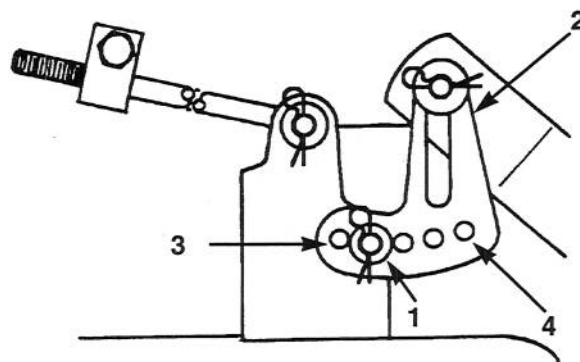

Figure 49
5. Déposer la goupille et la rondelle de la patte de mise à niveau (Fig. 49). Pour mettre la(es) lame(s) à niveau, placer la patte de mise à niveau dans un autre trou et poser la rondelle et la goupille (Fig. 49). Choisir un trou avant pour abaisser la hauteur de lame et un trou arrière pour la relever. Répéter cette procédure de l'autre côté.